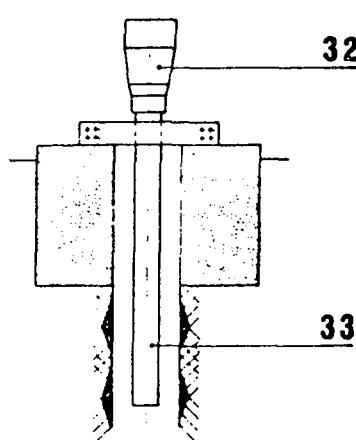

Fig. 5
- 1) Monter le tuyau d'aspiration n° 33 ainsi que le raccord inférieur de la travaillante n° 32 (fig. 5).
- 1) Assemble suction pipe n° 33 and lower sleeve n° 32 of the cylinder (fig. 5).